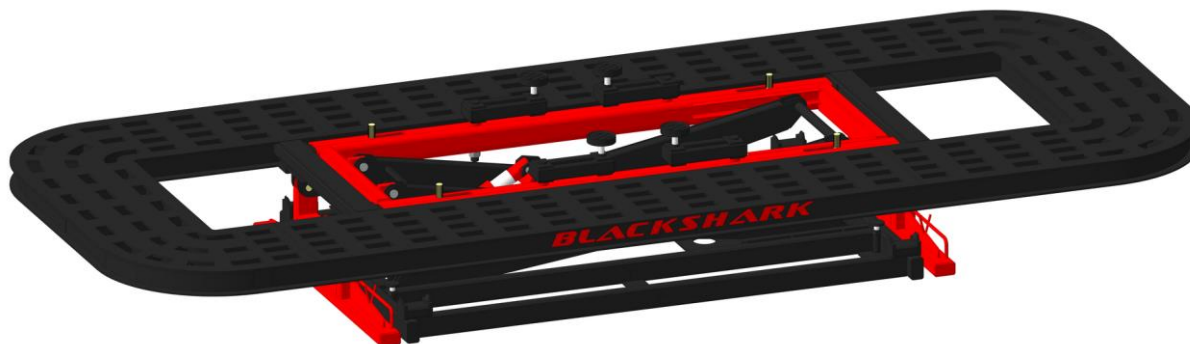

Рисунок 41
- Ножничный подъёмник и платформа переведены в режим зацепления «заблокировано» (рисунок 41).